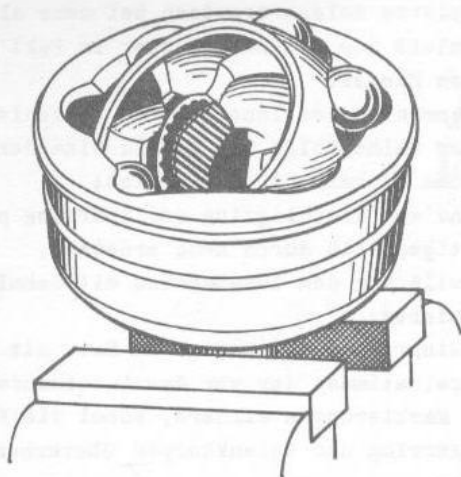

Bild 3-149. Herausziehen der Kugeln aus Käfig des Außengelenks
- mit einem Dorn aus weichem Werkstoff vorsichtig auf die Stirnfläche des Käfigs klopfen und damit diesen und den Innenring bis zum Austreten von einer Kugel (oder von zwei Kugeln) aus der Laufbahn treiben (Bild 3-149);